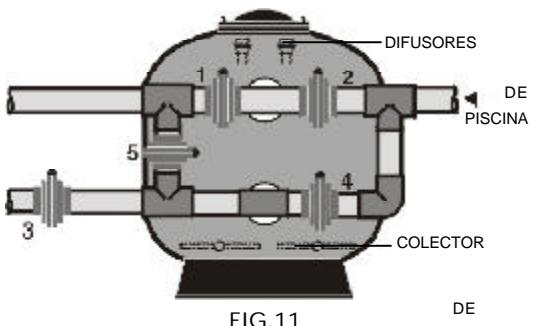

FIG.11
7.5. CERRADO-HIVERNACIÓN (FIG.11)